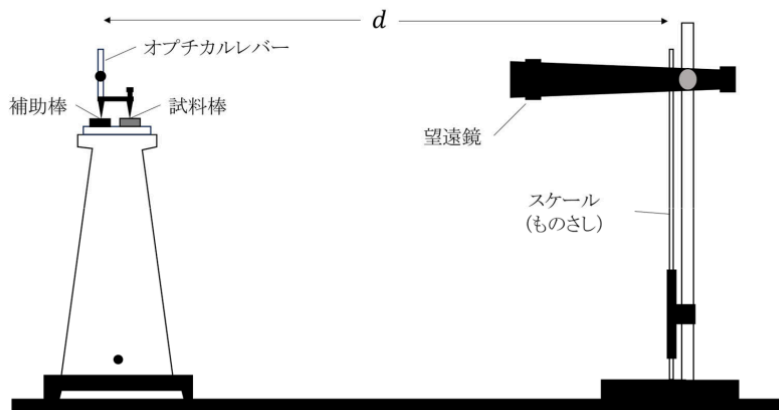

Fig. 4: 実験装置の配置図[1]
- Fig. 4 のように, 望遠鏡を設置し, ものさしを垂直にさす. 望遠鏡のピントを合わせる. この際ピントが合いづらいとき, 望遠鏡の位置をずらしてみるのが効果的.